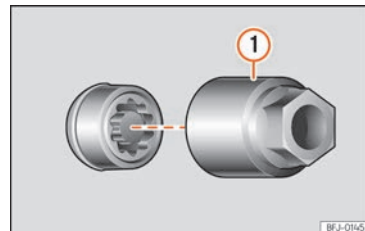

Abb. 44 Diebstahlhemmende Radschraube mit Abdeckkappe und Adapter
- Schieben Sie den Spezialadapter » **Abb. 44** ① [Bordwerkzeug » Seite 44] bis zum Anschlag in die diebstahlhemmende Radschraube. »